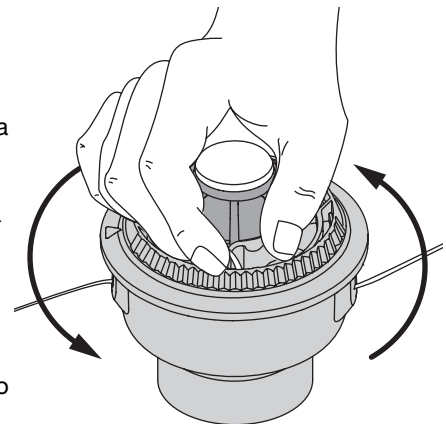

Fig. 21
8. Sostenga la bobina exterior. Bobine el carrete interior en sentido antihorario hasta que queden alrededor de 102 mm (4 pulgadas) de línea (Fig. 21).